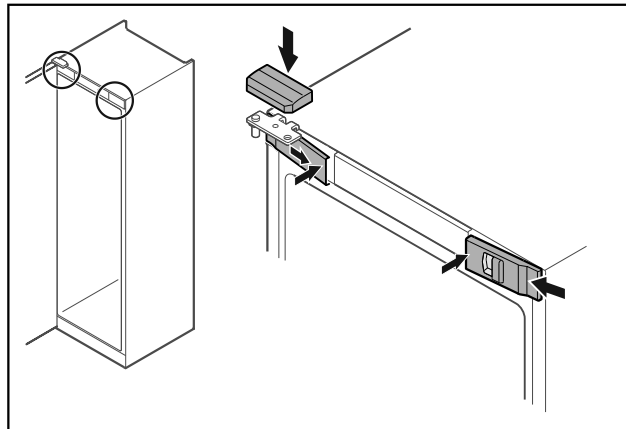

Fig. 46
- ▶ Acroșați apărătorile frontale Fig. 46 (1) lateral și fixați-le în poziție la interior.
- ▶ Fixați în poziție apărătoarea superioară Fig. 46 (2) de sus.